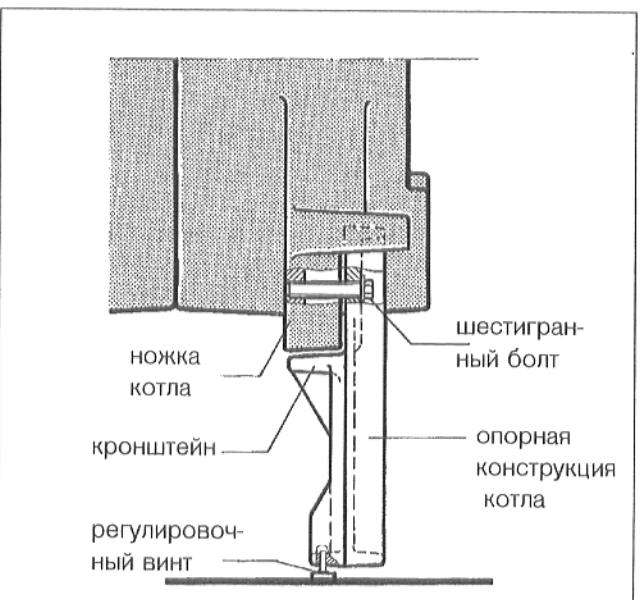

Рис. 6
- Привинтить кронштейн спереди к ножкам котла (рис. 6). Шестигранные болты M 10 входят в комплект поставки опорной конструкции котла.
- Приставить кронштейны к опорной конструкции котла под ножки у задней части (рис. 6).
- Привинтить кронштейн сзади к ножкам котла (рис. 6). Шестигранные болты M 10 входят в комплект поставки опорной конструкции котла.